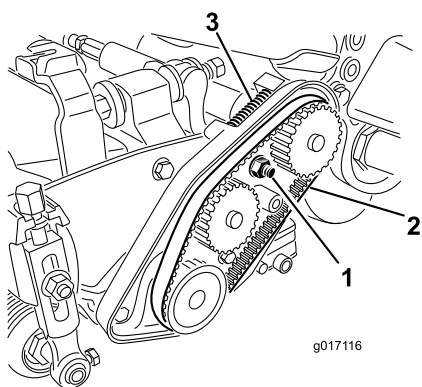

Рисунок 48
- А. Ослабьте гайку крепления корпуса подшипника (Рисунок 48).
- С. Удалите все загрязнения из внутренней части отсека ремня и вокруг пружины сжатия (Рисунок 48).